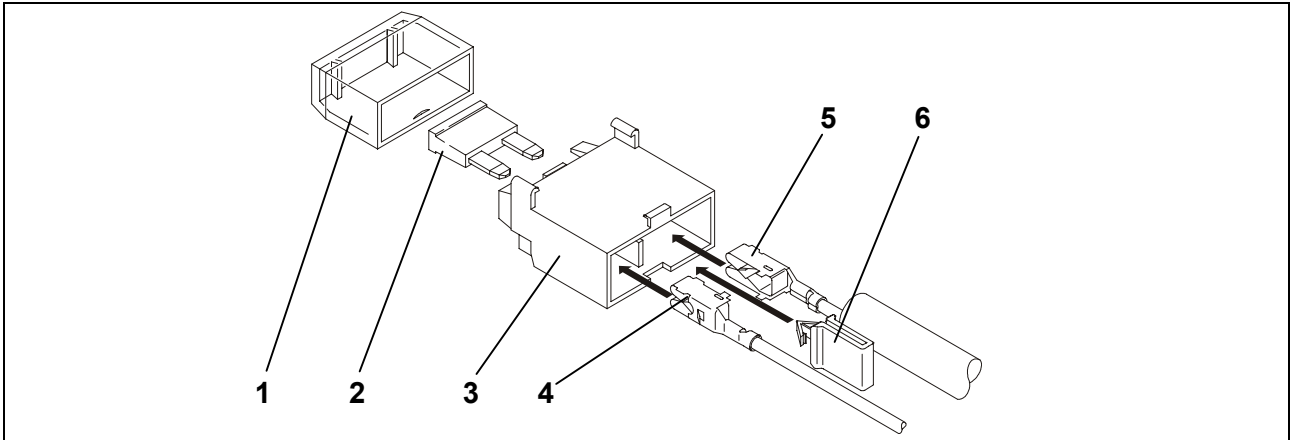

Abb. 1: Zusammenbau Sicherungshalter
10. Die Flachsteckhülse der roten Leitung (Abb. 1/5) aus dem Leitungsstrang und der beiliegenden roten Einzelleitung (Abb. 1/4) in den Sicherungshalter (Abb. 1/3) einrasten.
11. Den gelben Clip (Abb. 1/6) einsetzen.
12. Sicherung (Abb. 1/2) einsetzen und Abdeckung (Abb. 1/1) aufstecken.